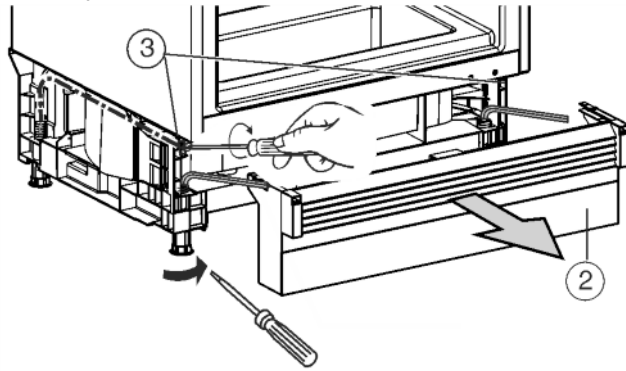

Fig. 12
- ▶ Цокольну заглишку Fig. 12 (2) потягніть вперед. При необхідності, витягніть нижній запобіжник руху дверцят — для більш легкого встановлення.
- ▶ Вирівняйте пристрій на стоячих вертикально регулюючих ніжках: викрутіть задні регулюючі ніжки за допомогою гвинтів Fig. 12 (3) навперемінно. Викрутіть передні регулюючі ніжки за допомогою викрутки, а якщо регулюючі ніжки закручені, то використайте шестигранний ключ 8 мм. Пристрій повинен розташовуватися в ніші між підлогою та робочою поверхнею з невеликим натягом!